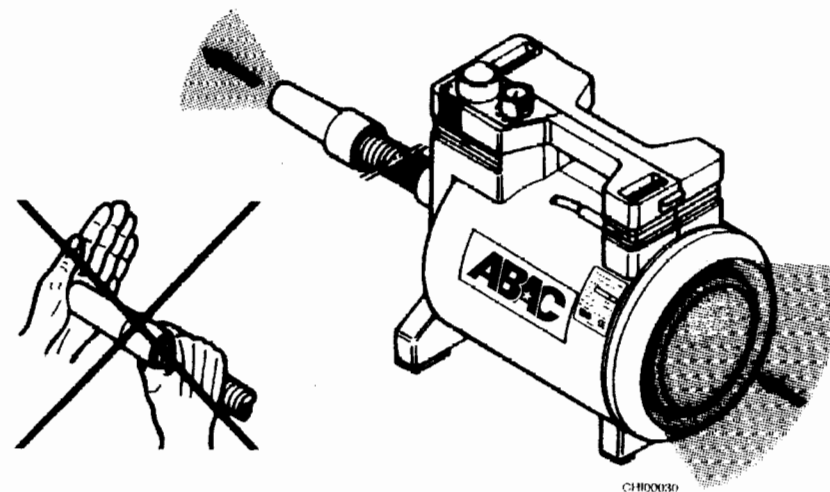

Fig. 2
- Afin que le moteur de la soufflante soit toujours suffisamment refroidi, aucune accumulation d'air ne doit se produire dans la soufflante à moteur SG 90 E. Voir figure 2.